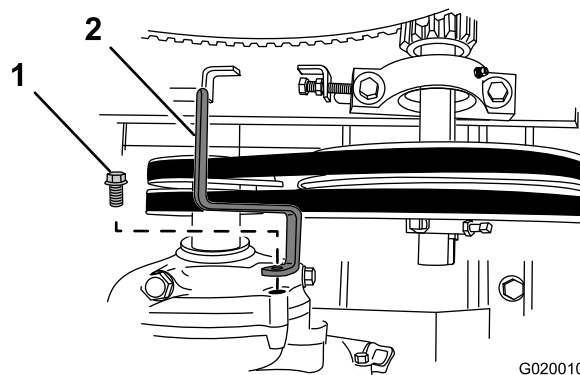

Figura 67
6. Retire el perno que sujeta la guía de las correas al motor, y retire la guía de las correas (Figura 67).
10. Sujete la guía de las correas provisionalmente al motor (Figura 67) con el perno que se retiró en el paso 6 de Sustitución de las correas \(página 45\).